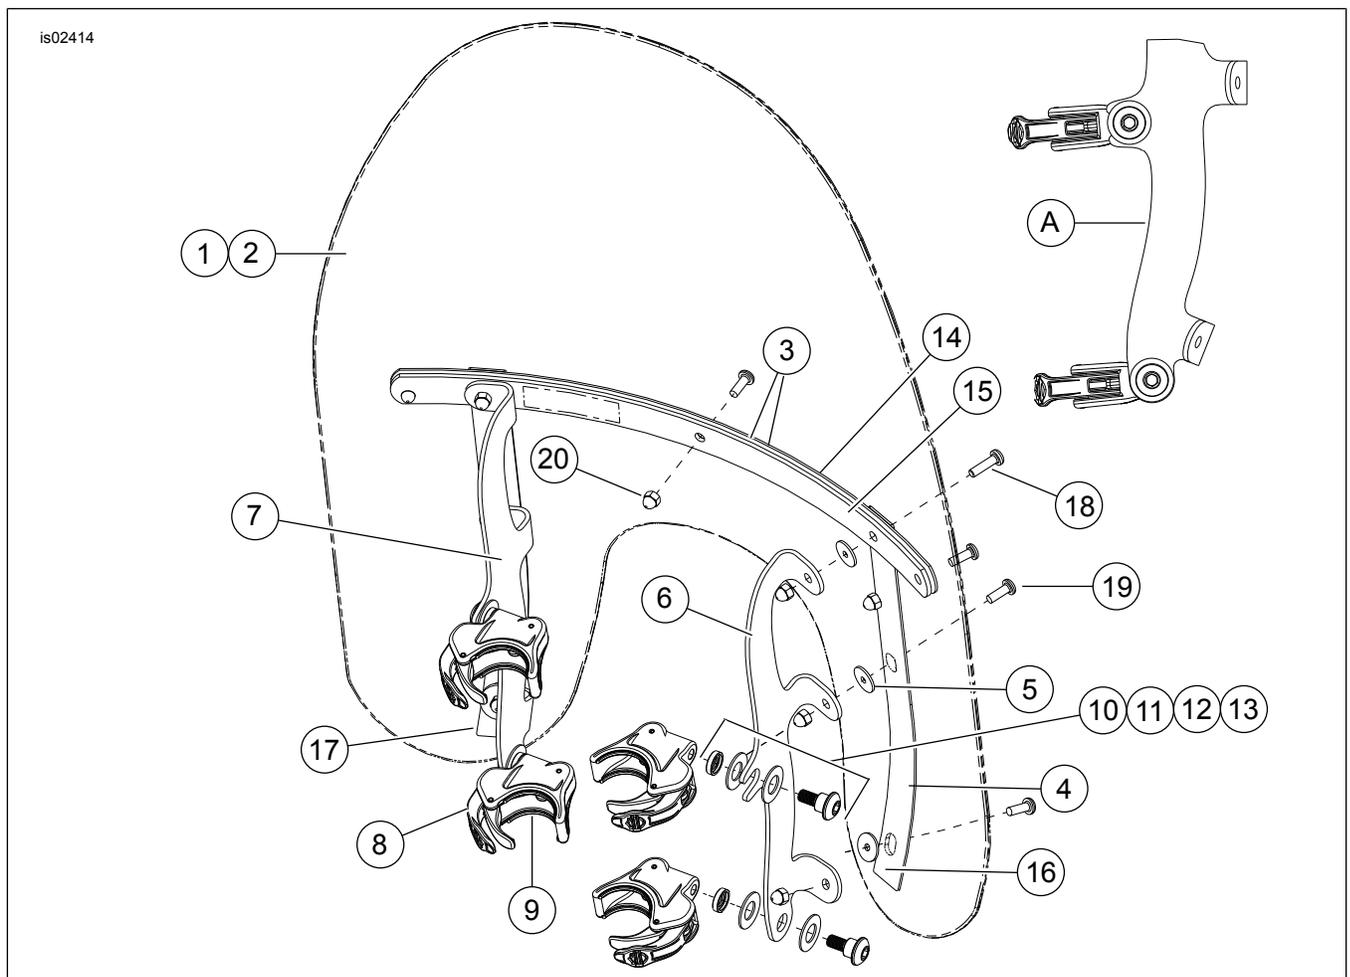
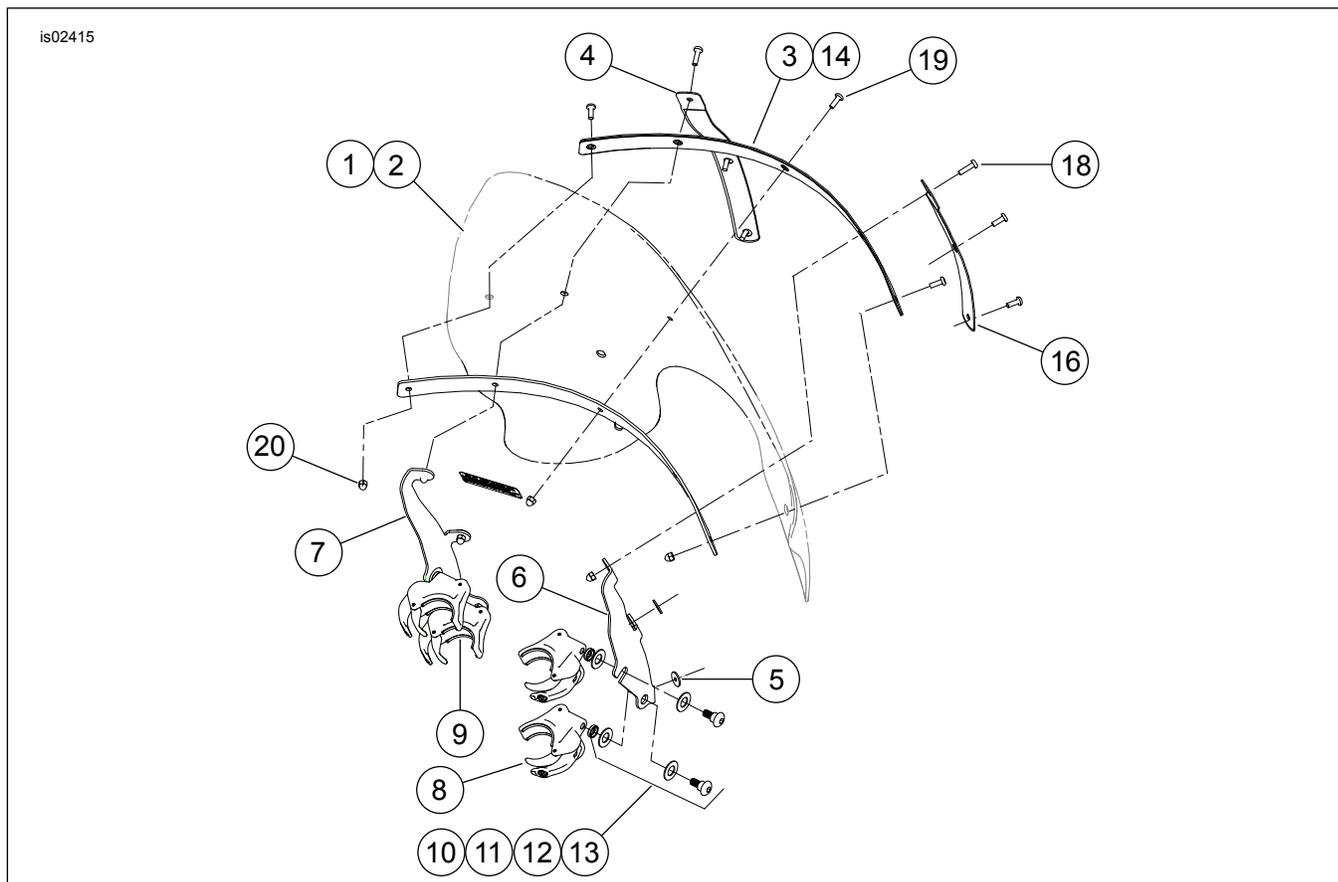
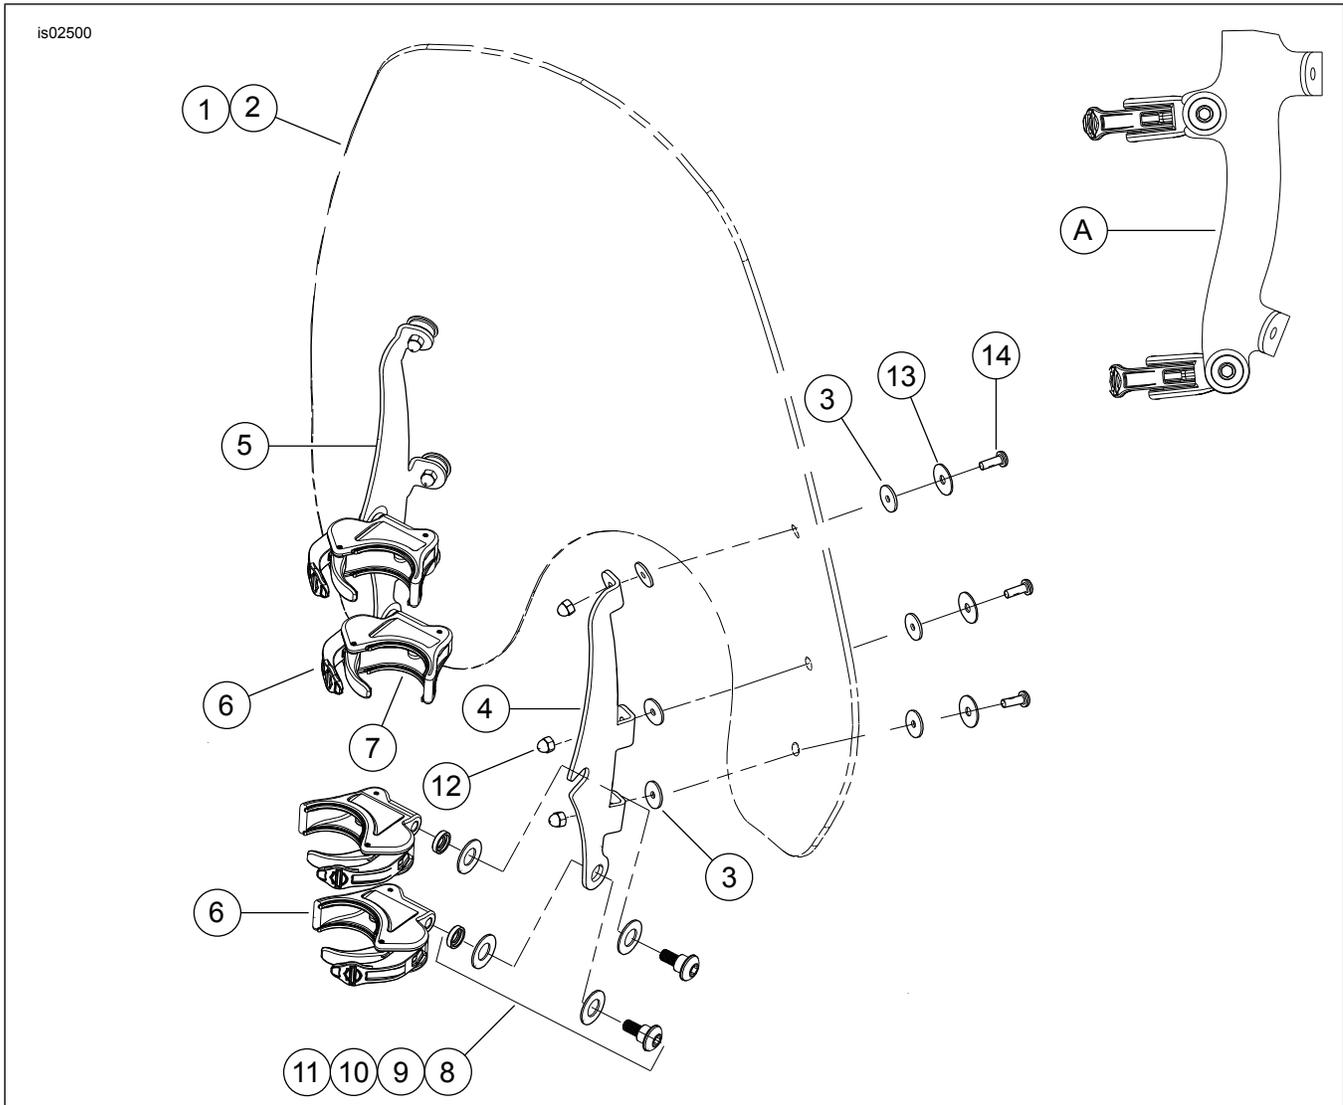

Abbildung 3. Inhalt des Satzes: Kompakte Windschildsätze mit Schnellfreigabe (58387-06, 58413-06, 58444-06, 58346-06, 58347-06, 58348-06)
Abbildung 4. Inhalt des Satzes: Touring Windschilde mit Schnellfreigabe (57015-06, 57016-06)
Abbildung 5. Inhalt des Satzes: Super Sport Windschildsätze mit Schnellfreigabe (57300-06, 57301-06)
2. Siehe Abbildung 3, Abbildung 4, Abbildung 5, Abbildung 6, Abbildung 7 und Abbildung 8. Die Schellen- und Befestigungsteilesätze aus der Verpackung nehmen und ähnliche Teile zur Vorbereitung des Zusammenbaus in Gruppen zusammenfassen.